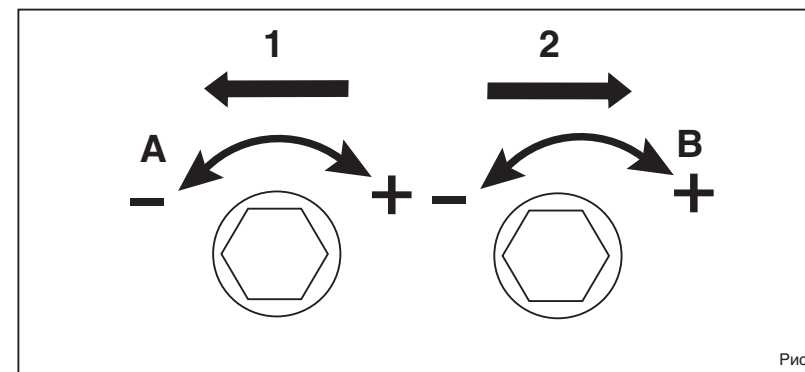

Рис.5
### КОНЦЕВЫЕ ВЫКЛЮЧАТЕЛИ (Рис. 5)
**ВНИМАНИЕ:** Направление вращения привода указывают стрелки 1 и 2 на блоке концевых выключателей электропривода (Рис.5).
### НАСТРОЙКА КОНЦЕВЫХ ВЫКЛЮЧАТЕЛЕЙ (Рис.5)